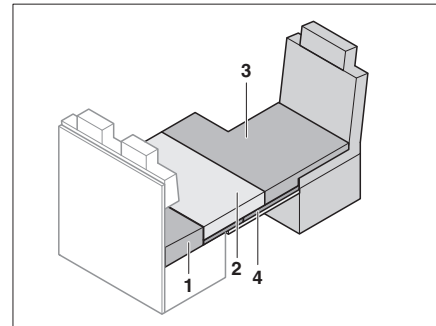

Fig. 186 Después de la transformación
- Poner el cojín adicional (Fig. 186,3) sobre el asiento del conductor.
- Poner el cojín del asiento (Fig. 186,2) en el apoyo de cama de reserva.